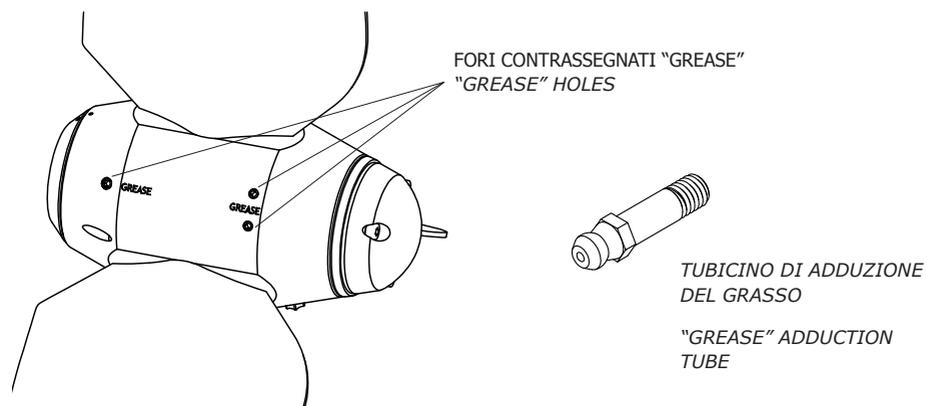

fig. 2
- d. Riempire completamente di grasso fluido il corpo dell'elica attraverso gli appositi fori contrassegnati "grease" (fare riferimento alla fig. 2).